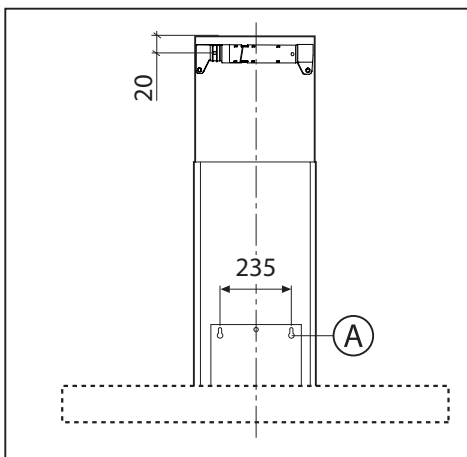
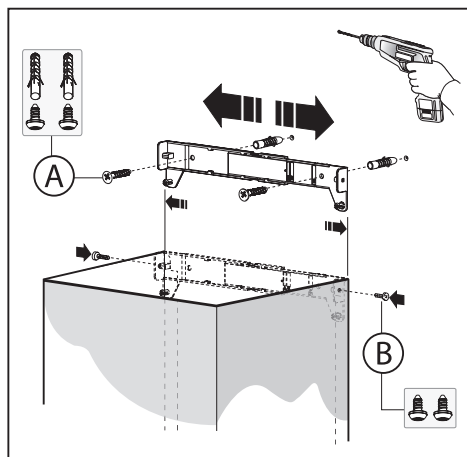
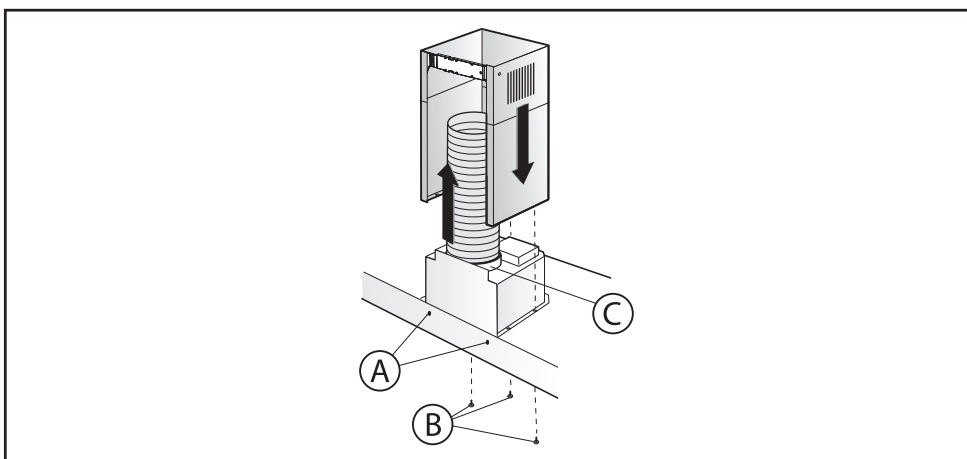

Fig.2
Fig.3
Fig.4
-Eseguire i fori **A** rispettando le quote indicate (Fig.2).
-A regolazione avvenuta fissare la cappa definitivamente tramite le 2 viti **A** (Fig.4).
-Regolare la larghezza della staffa di supporto del camino decorativo superiore (Fig.3).
-Successivamente fissarla al muro in modo che sia in asse con la vostra cappa tramite le viti **A** (Fig.3) e rispettando la distanza dal soffitto indicata in Fig.2.
-Collegare, mediante un tubo di raccordo, la flangia **C** al foro evacuazione aria (Fig.4).
-Fissare il camino decorativo inferiore alla cappa utilizzando le viti **B** in dotazione (Fig.4), sfilare il camino decorativo superiore fino alla staffa e fissarlo tramite le viti **B** (Fig.3).